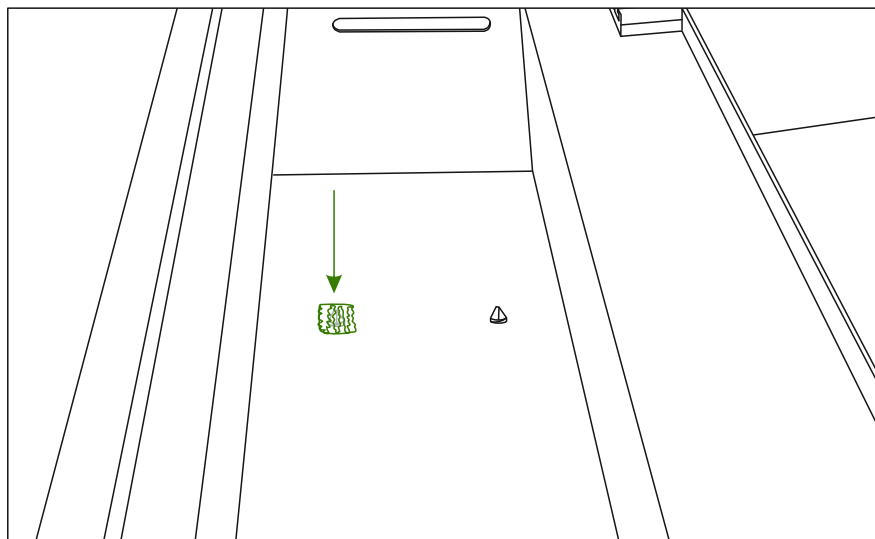

Abb. 13
6. Dichten Sie alle in die Rinne montierten Schrauben mit Silikondichtung ab. Siehe Abb.13.